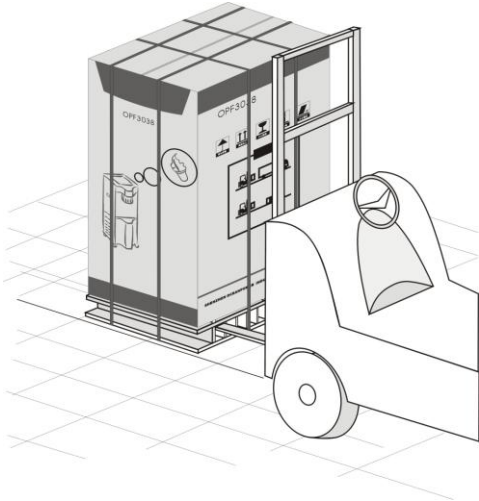

图 3
• 本机在运输状态时，应固定于专用的底座上。建议用手动或机动的叉车提升和搬运。（见图 3）